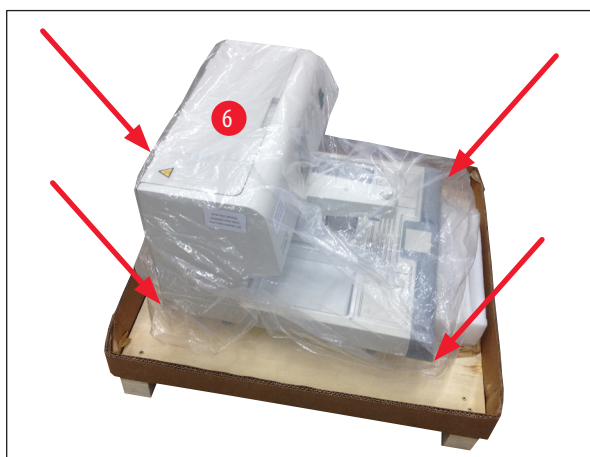

Fig. 5
5. Asigurați-vă că atunci când scoateți instrumentul (→ Fig. 5-6) de pe palet, acest lucru este efectuat de două persoane, care ridică cele patru colțuri inferioare ale bazei carcasei (→ Fig. 5).